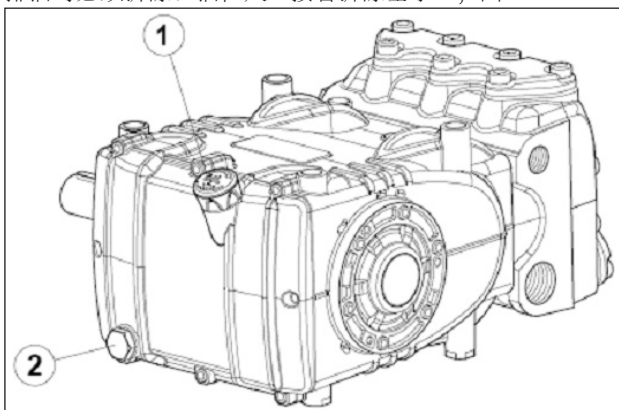

图1
机械部件的维修作业必须从曲轴箱中排油后再进行。排油时必须拆除：油位尺①接着拆除塞子②，图1。